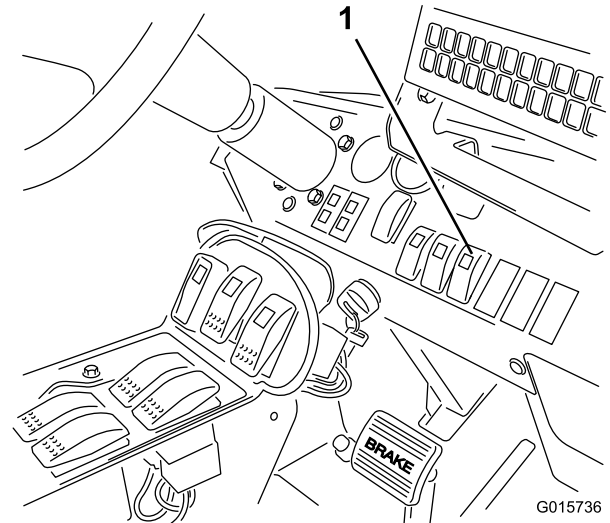

Figure 24
4. Poussez le commutateur des rampes soniques sur le tableau de bord en position Auto (Figure 24).